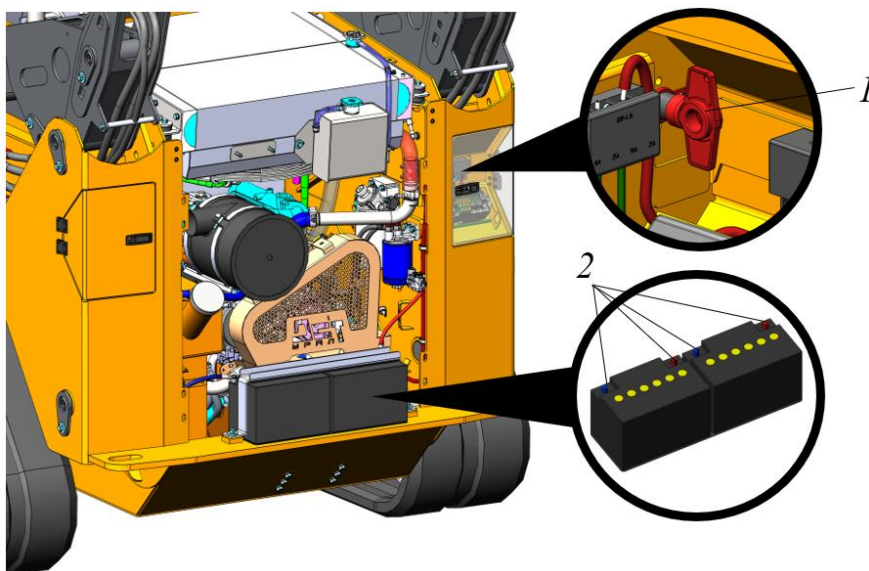

Рисунок 5.70. Главный выключатель АКБ
- ▶ Отключить питание главным выключателем аккумуляторной батареи (выключатель размещен в отсеке справа, в задней части машины) поз. 1, рис. 5.70.
- Включить питание главным выключателем АКБ, см. рис. 5.70.
- Отключить питание главным выключателем АКБ, рис. 5.70.
- ▶ Включить питание главным выключателем АКБ, рис. 5.70.
- ▶ Отключить питание главным выключателем АКБ, рис. 5.70.
- ▶ Если АКБ были извлечены, установить заряженные аккумуляторные батареи в моторный отсек, включить питание главным выключателем 1, см. рис. 5.70.